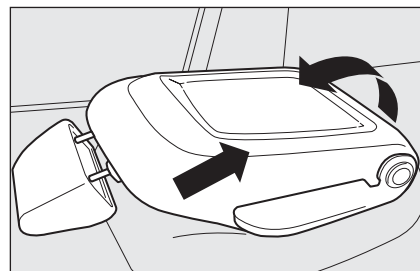

fig. 48
- ☐ bajar el asiento del pasajero a mesita fig. 48 (ver el apartado “Posicionamiento del asiento a mesita” de este capítulo);